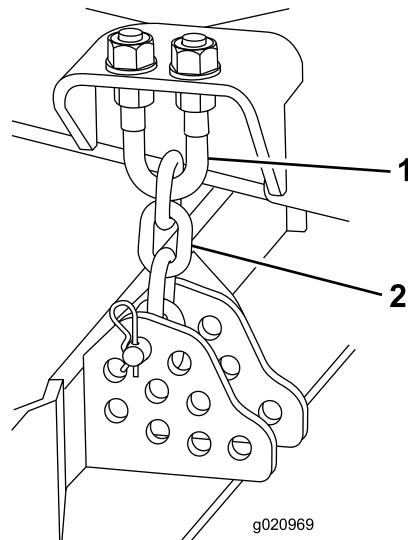

Figura 76
4. Retire o contrapino tipo grampo e pino de segurança que fixam as correntes da altura de corte à traseira da plataforma de corte (Figura 76).